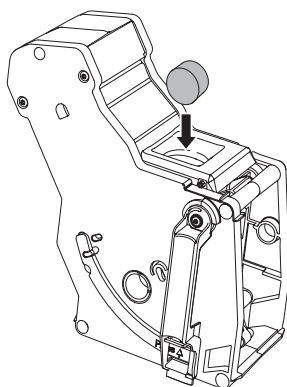

Fig. 17: Introducir una tableta de limpieza en el grupo de preparación.
7. Coloque el cajón para posos de café debajo del salida. 8. Retire el grupo de preparación sin desconectar la máquina. 9. Introduzca una tableta de limpieza en el grupo de preparación (véase Fig. 17). Coloque el grupo de preparación dentro de la máquina.